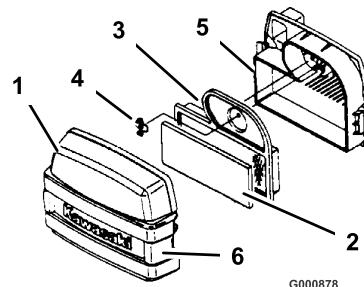

Figura 32
4. Limpie alrededor del limpiador de aire de forma que la suciedad no penetre en el motor y cause daños. Desenganche los dos cierres laterales y retire la tapa del limpiador de aire (Figura 32).
5. Separe cuidadosamente el filtro de gomaespuma del filtro de papel (Figura 32).
6. Desenrosque la tuerca de orejeta y retire el filtro de papel (Figura 32).